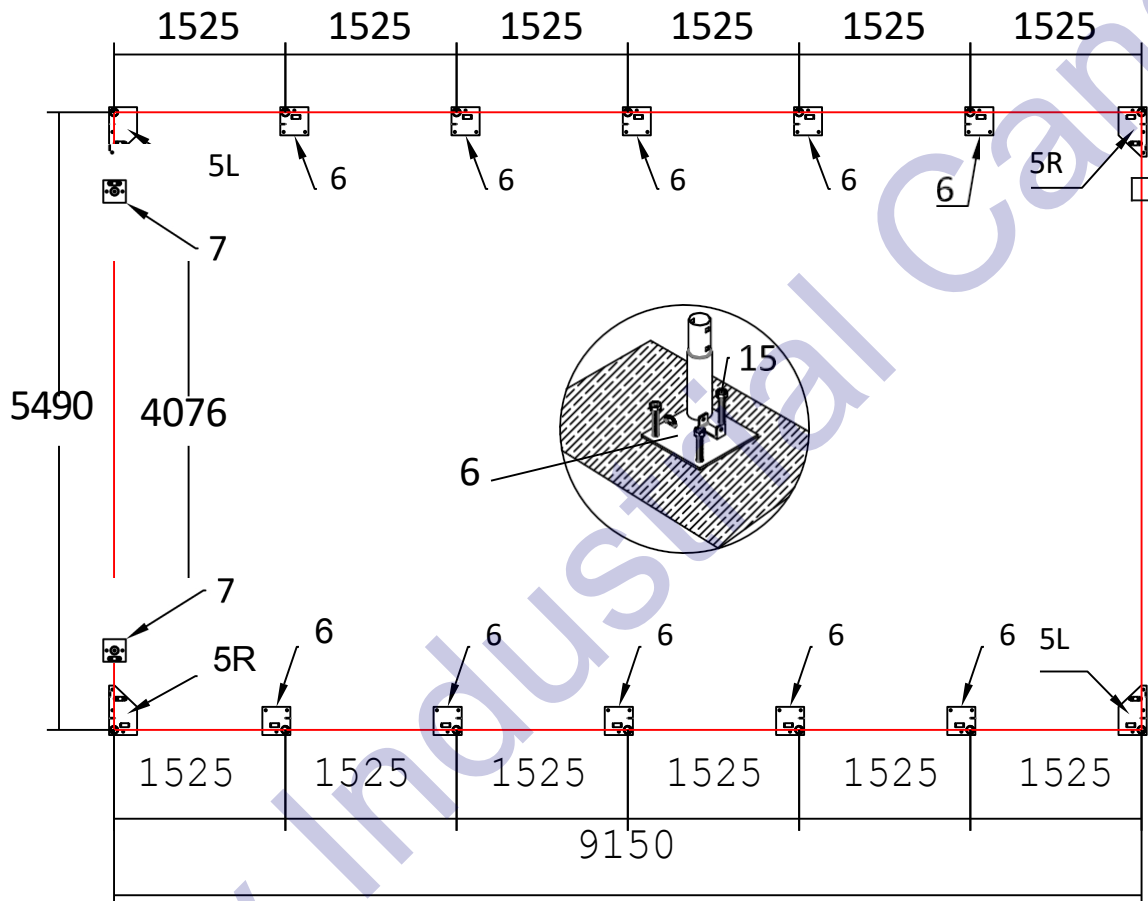

Figure 2
Veuillez vous référer au diagramme (Figure 2) pour placer les plaques de base. (Unité : mm)
2. Veuillez vous référer au schéma (Figure 2) pour placer les plaques de base :